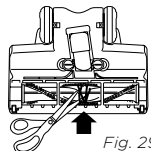

Fig. 29
- 3 Enlevez les fils, les fibres de tapis ou les cheveux qui peuvent être enroulés autour de la brosse motorisée. **(Fig. 29)**